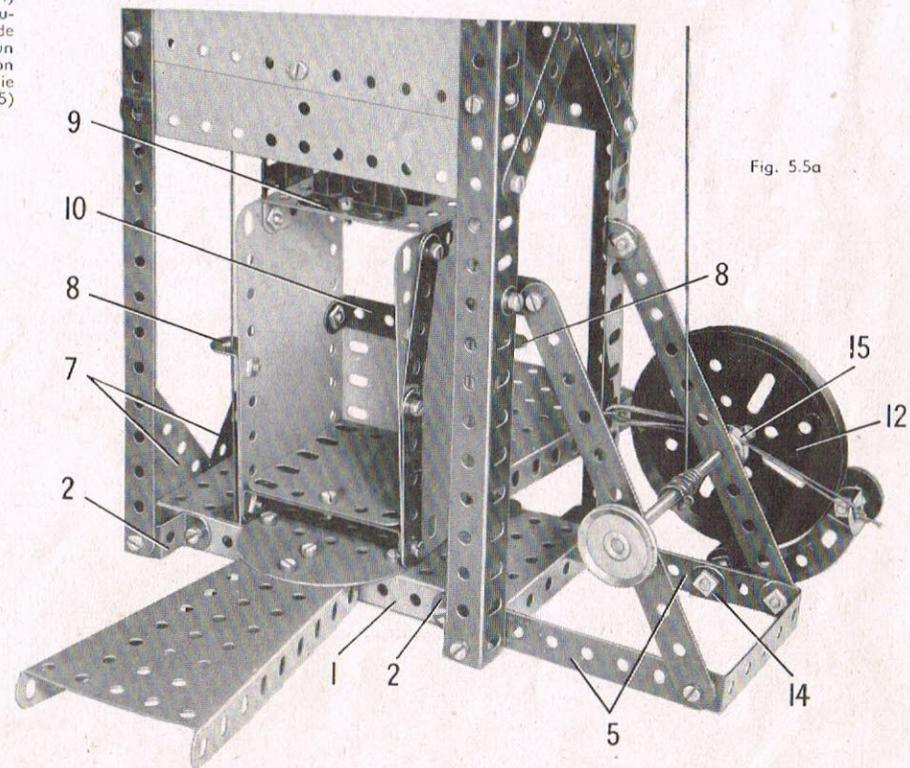

Fig. 5.5a
Chaque côté de l'ascenseur est une plaque flexible de 11,5x6 cm. renforcée par des bandes de 5 trous, et par une bande coudée de 60x12 mm. (8) comme le montre la figure 5.5a. Les côtés sont réunis à leur partie supérieure par une plaque à rebords de 6x4 cm. (9), et par deux bandes coudées de 60x12 mm. boulonnées à leur partie inférieure. Le plancher de l'ascenseur est une plaque flexible de 6x6 cm. boulonnée sur ces bandes coudées. L'arrière est également une plaque flexible de 6x6 cm. Deux embases triangulées coudées sont boulonnées sur la plaque à rebords (9) et une poulie folle de 25 mm. (11) tourne sur un boulon-pivot tenu par ses écrous dans l'une des embases triangulées coudées.